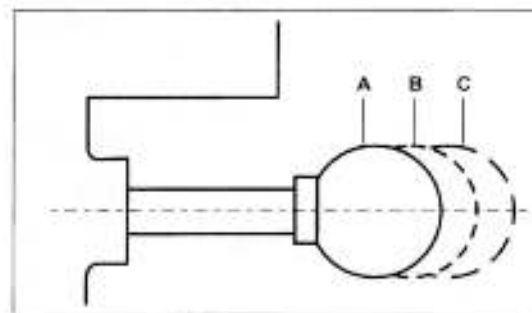

Figure 36
1. Нажмите на рукоятку регулировки скорости до конца, до скорости 6,10 метров в минуту. Положение (A) рис.36.
2. Плавное потяните рукоятку регулировки скорости в среднее положение, механизм встанет в нейтральное положение (ролики не вращаются). Положение (B) рис.36.
3. Вытяните рукоятку регулировки скорости максимально, Установиться скорость 4,87 метров в минуту. Положение (C) рис.36.